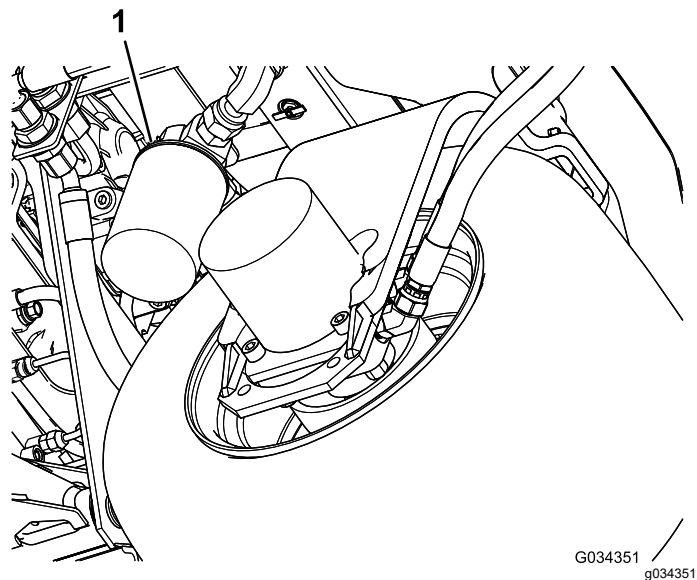

Figura 77
2. Limpie la zona de montaje del filtro. Coloque un recipiente debajo del filtro (Figura 77) y retire el filtro.